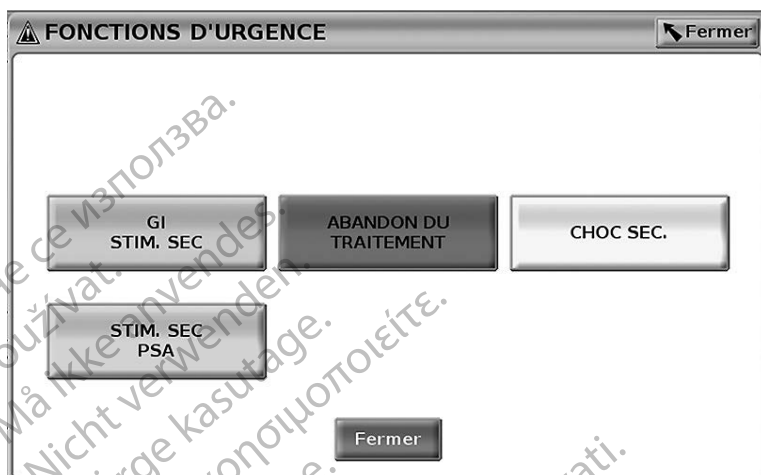
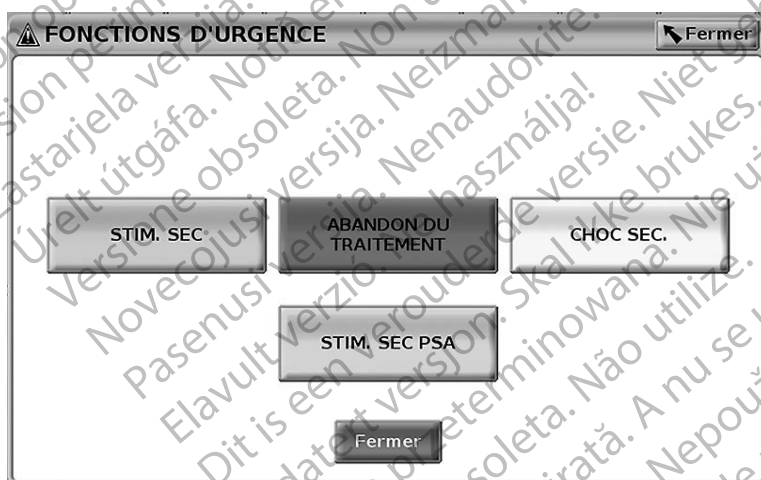
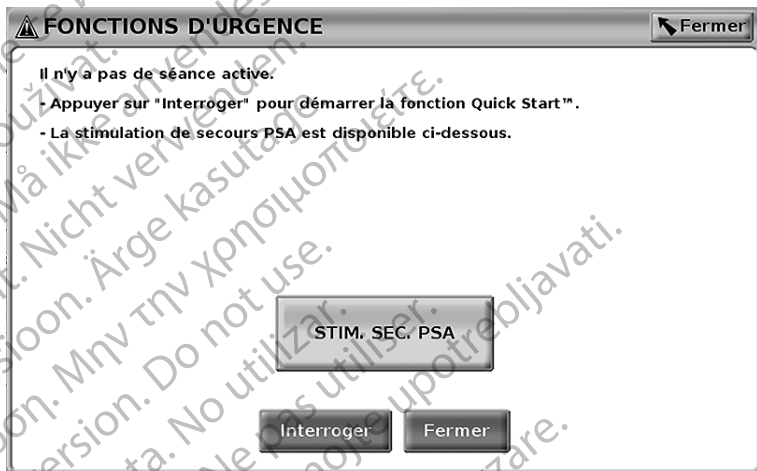

Figure 20. Le bouton SEC. rouge surgit pendant une session de GI haute tension avec le logiciel PSA s'exécutant
Figure 21. Le bouton SEC. rouge surgit pendant une session de GI basse tension avec le logiciel PSA s'exécutant
Figure 22. Le bouton rouge STIM. SEC. PSA surgit en dehors de toute session du GI avec le logiciel PSA s'exécutant
Le bouton SEC.  se trouve en haut à droite du programmeur modèle 3300 pour assurer un choc ou une stimulation d'urgence. La fonction SEC. est disponible au même emplacement, pour lancer une STIM. SEC. PSA ou administrer un choc ou une stimulation d'urgence à tout moment. Le fait d'appuyer sur le bouton SEC. affiche l'écran Fonctions d'urgence, comme illustré sur les Figure 20 et Figure 21 en page 35 et sur la Figure 22 en page 36. Vérifier l'étiquetage du générateur d'impulsions pour obtenir des détails précis sur les paramètres SEC.
- Pendant une communication par télémetrie avec un GI haute tension (DAI ou CRT-D), une fenêtre contextuelle s'affiche permettant à l'utilisateur de lancer une commande STIM. SEC. GI, CHOC SEC. ou ABANDON DU TRAITEMENT. Durant une session du PSA, l'option STIM. SEC. PSA s'affiche également, comme illustré sur la Figure 20 en page 35.
- En l'absence de communication avec un GI, un bouton d'interrogation s'affiche avec un texte incitant l'utilisateur à effectuer un Quick Start pour tenter d'identifier le dispositif (se reporter à la Figure 22 en page 36). Une fois dans une session avec un dispositif transveineux implanté, appuyer de nouveau sur le bouton rouge SEC. pour afficher les options disponibles.
Dans la Figure 20, les boutons de la rangée du haut (STIM. SEC. GI, ABANDON DU TRAITEMENT et CHOC SEC.) s'affichent uniquement au cours d'une session du GI transveineux haute tension. STIM. SEC. PSA s'affiche lorsque la fonctionnalité PSA est active.
Dans la Figure 21, le bouton de la rangée du haut (STIM. SEC. GI) s'affiche uniquement au cours d'une session du GI transveineux basse tension. STIM. SEC. PSA s'affiche lorsque la fonctionnalité PSA est active.
Pendant une session PSA seulement (sans GI interrogé), la boîte de dialogue à la Figure 22 s'affiche alors avec le bouton STIM. SEC. PSA.